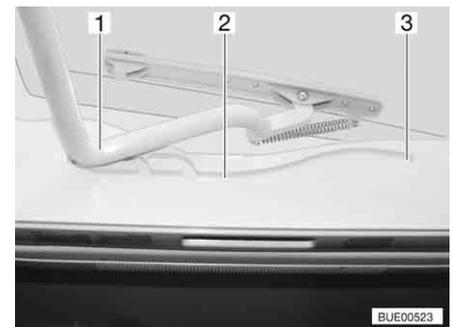

Bild 58 Heki-Dachhaube, Führung
- Den Bügel (Bild 58,1) in den Führungen (Bild 58,2) bis in die hinterste Position (Bild 58,3) ziehen.
- Den Bügel (Bild 58,1) mit beiden Händen leicht nach oben drücken.
- Den Bügel in den Führungen (Bild 58,2) bis zur gewünschten Stellung ziehen.